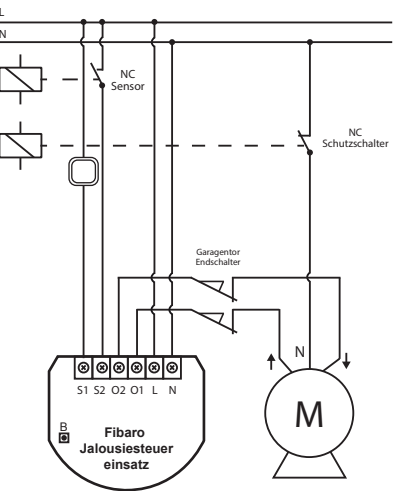

Abb. 2 Fibaro-Jalousiesteuerereinsatz mit Garagentor-Motor.
4. Montieren Sie die Antenne (siehe Abbildung 2).